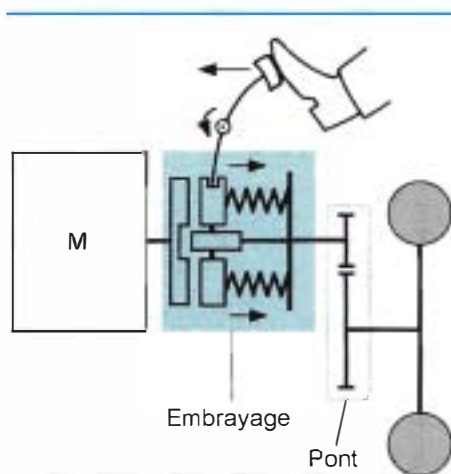

Figure 1.12 • Principe de l'embrayage (en position « débrayée »).
- l'embrayage dans sa phase « débrayée » ■ (figure 1.12);